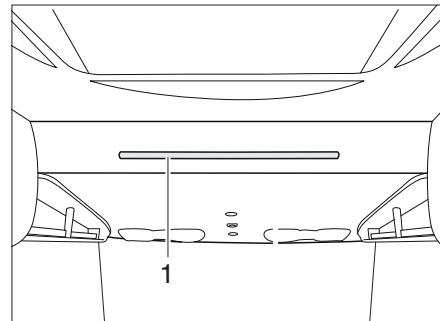

Fig. 160 Cama elevada manual
- Presionar la cama elevada con ambas manos de la barra de soporte (Fig. 160,1) hacia abajo.
- Enganchar la escalera de ascenso en la barra de soporte (Fig. 160,1) de la cama elevada con los dos ganchos.